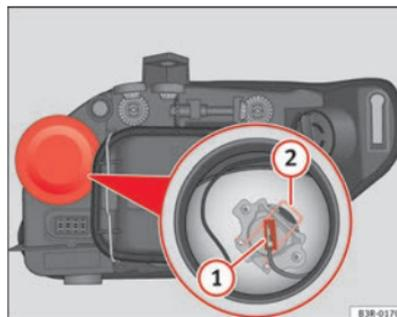

Fig. 193 Luz de carretera
- Extraiga el conector ⇒ fig. 193 **1** de la lámpara.
- Presione el resorte ⇒ fig. 193 **2** hacia dentro y hacia la derecha.